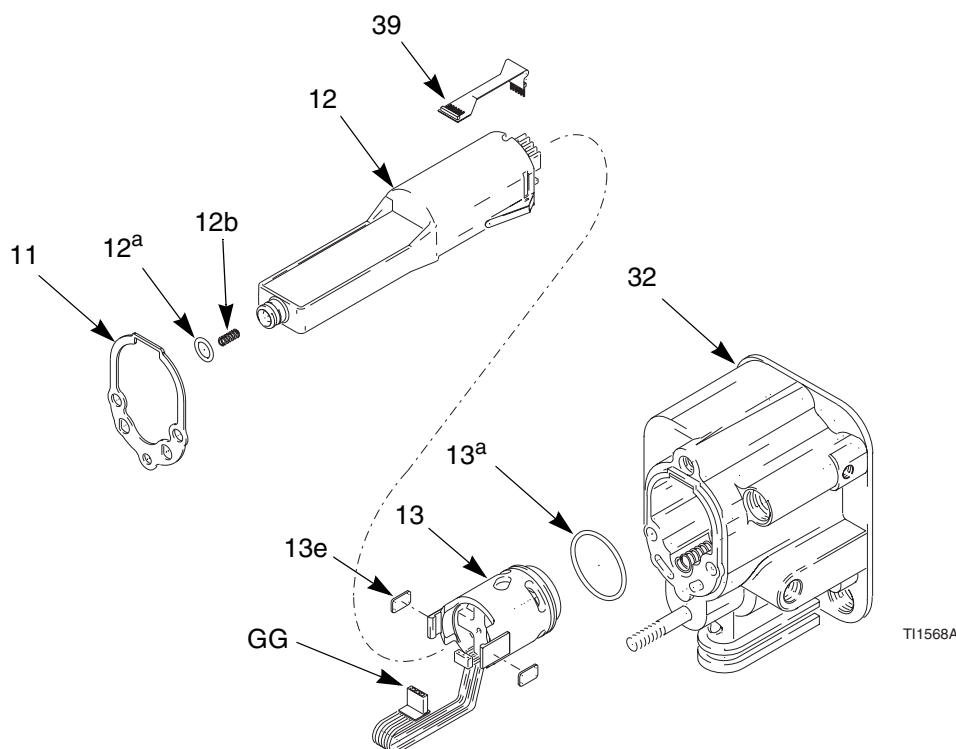

Fig. 31. Fuente de alimentación
- Sujete la fuente de alimentación (12) con la mano. Con un ligero movimiento de lado a lado, libere el conjunto de la fuente de alimentación/alternador del cuerpo de la pistola (32) y extráigala con cuidado. Desconecte el circuito flexible (39) del enchufe de la parte superior del cuerpo (32). Vea Fig. 31.
- Desconecte el conector de 3 hilos (GG) de la fuente de alimentación. Deslice hacia arriba el alternador y sáquelo de la fuente de alimentación. Inspeccione ésta y el alternador en busca de daños. Desconecte el circuito flexible de 6 patillas (39) de la fuente de alimentación.